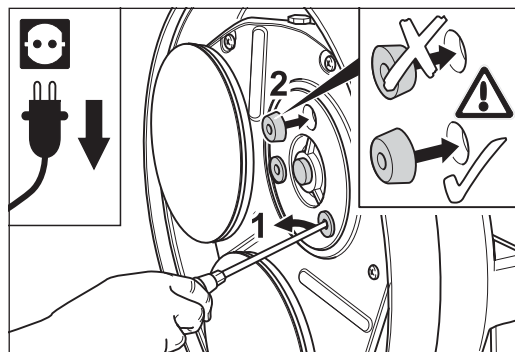

Fig. 57 Cambiar los soportes de goma. **¡Tenga en cuenta la posición de montaje correcta!**
- 6 Usando un destornillador, saque los soportes de goma del alojamiento de los discos lijadores (Fig. 57).
- 7 Coloque los nuevos soportes de goma. **¡Tenga aquí en cuenta la posición de montaje correcta! ¡Primeramente hay que introducir en el alojamiento el soporte con el diámetro más grande (Fig. 57)!**